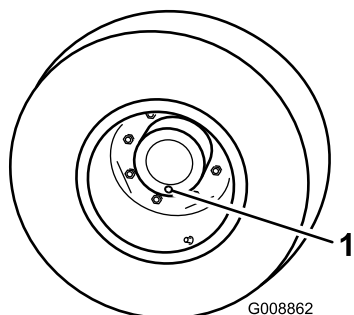

Figura 69
1. Con la macchina parcheggiata su una superficie piana, posizionate la ruota in modo che un tappo di controllo si trovi nella posizione inferiore (ore 6) (Figura 69).